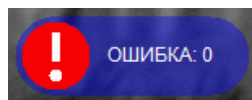

Рисунок 4 – Индикатор ошибки
- **Индикатор ошибки** – указывает на ошибку пользователя в совершении какого-либо действия при использовании ПО (см. рис. 4) и выводит номер ошибки, позволяющий найти причину (см. Приложение 4):